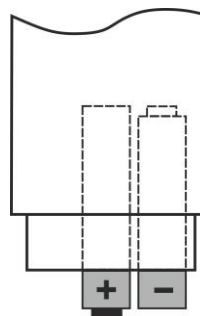

Fig. 11: Remplacement de la batterie
3. Insérer les nouvelles piles du même type (voir § 7.2) en respectant les polarités indiquées (voir Fig. 11)